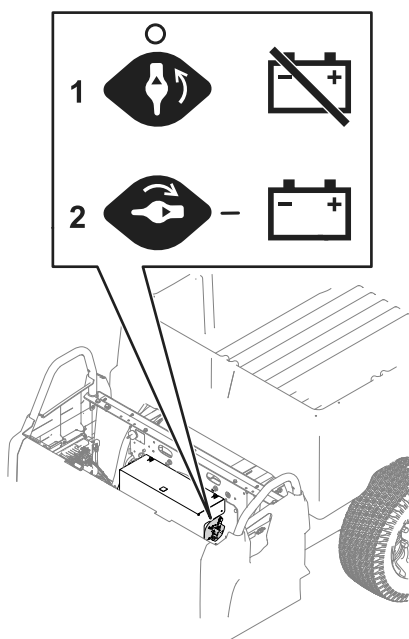

Figure 44
3. Placez le coupe-batterie à la position souhaitée, comme montré à la Figure 44.